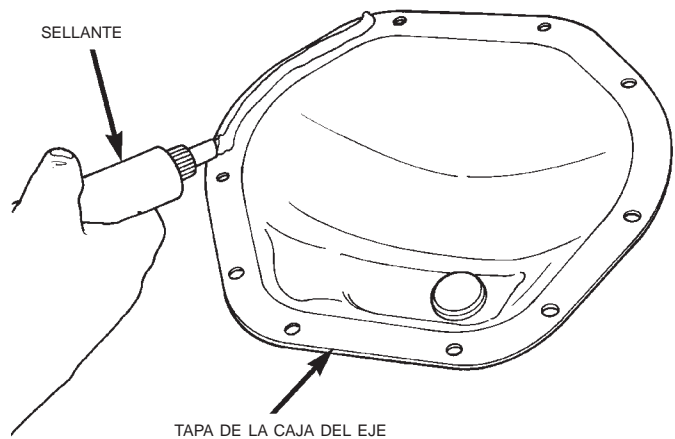

Fig. 6 Aplicación del sellante
- (1) Eleve y apoye el vehículo.
- (2) Retire el tapón del orificio de llenado de lubricante de la tapa del cárter del diferencial.
- (3) Retire la tapa del cárter del diferencial y drene el lubricante del cárter.
- (4) Limpie la cavidad del cárter con aceite de lavado, aceite liviano de motor o un paño sin pelusa. **No lo limpie con agua, vapor, queroseno ni gasolina.**
- (5) Retire el sellante de las superficies del cárter y la tapa.
- (6) Aplique un reborde de sellante de caucho silicónado de Mopar®, Mopar® Silicone Rubber Sealant, o uno equivalente en la tapa del cárter (Fig. 6).